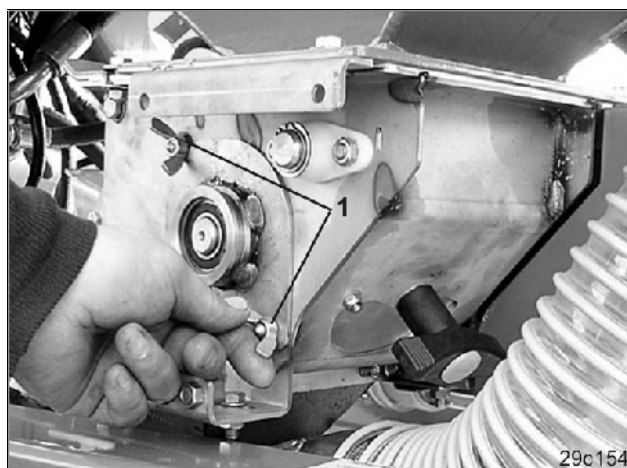

Fig. 45
- De to vingemøtrikker (Fig. 45/1) løsnes, men skrues ikke af.